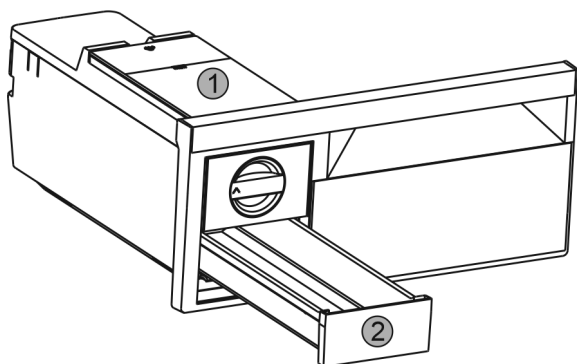

Fig. 55
- ▶ Зняти бак для води Fig. 55 (1) та висувний ящик для виробництва кубиків льоду Fig. 55 (2).